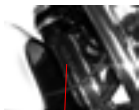

Fig.5
- ② El número de cuadro se encuentra estampado en el lado derecho del tubo de giro (Fig.5).